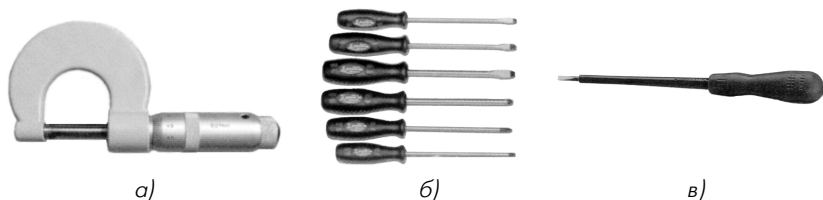

Рис. 1.4. Микрометр (а), набор отверток (б), отвертка электрика (в)
- микрометр 0–25 мм для измерения диаметра проводов (рис. 1.4а);
- отвертки с шириной наконечника 3, 5 и 8 мм, разной длины, а также крестообразные (рис. 1.4б). Можно при необходимости приобрести набор отверток со сменными наконечниками разной
конфигурации. Размеры наконечника отвертки должны точно соответствовать шлицу винта (наконечник плотно входит в шлиц), иначе можно сорвать шлиц. Ручки отверток должны быть сделаны из изоляционного материала. Для работы в электрических цепях потребуется отвертка с изолированным наконечником (рис. 1.4в);